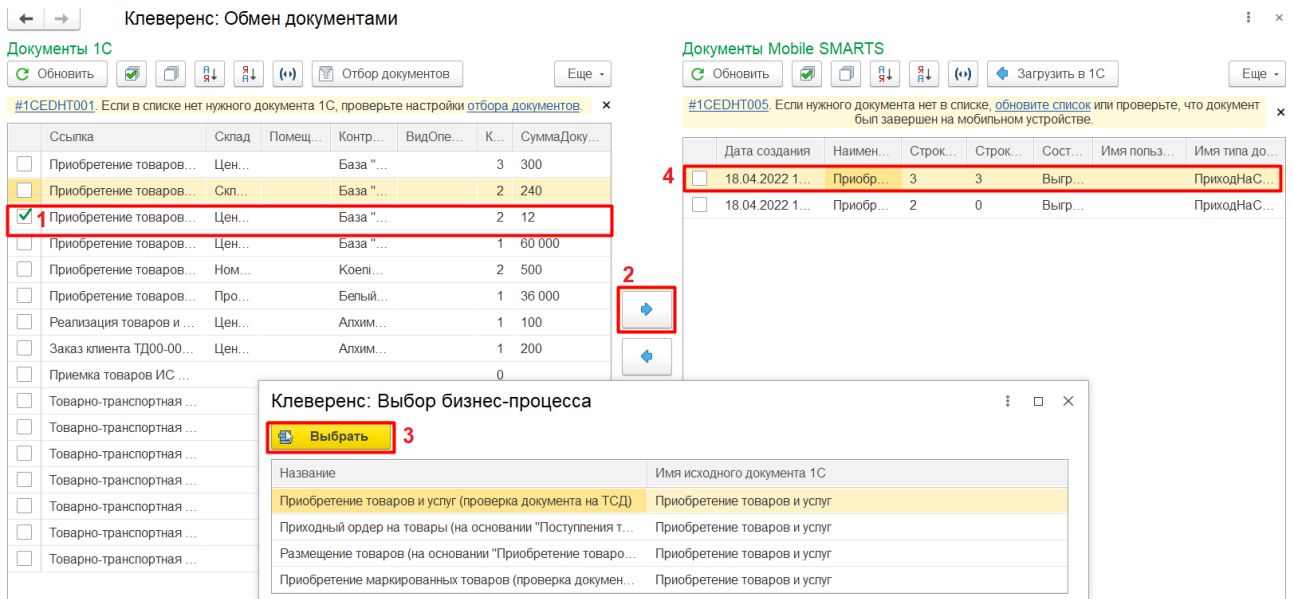

Рисунок 37 – Алгоритм выгрузки документов из 1С на устройство со «Складом 15»
Как происходит выгрузка документа по бизнес-процессу описано в главе «Бизнес-процессы для прихода на склад». Кроме списка доступных бизнес-процессов (рисунок 37 (3)), все процессы аналогичны.